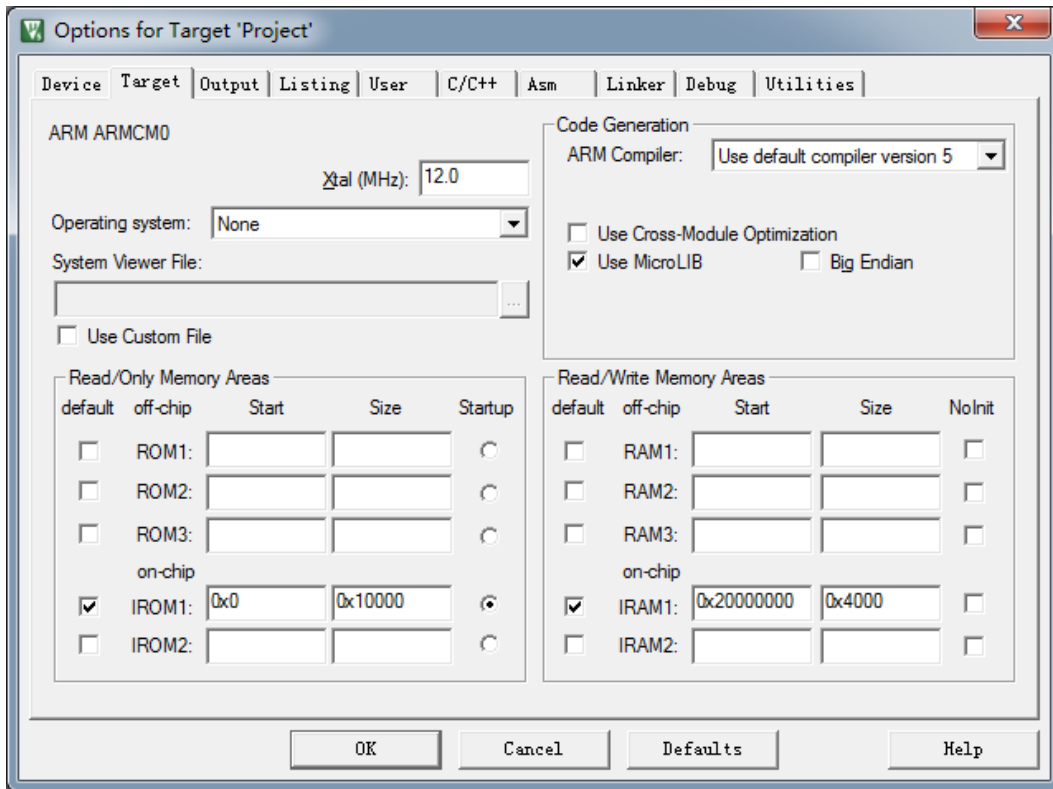

图 3-12 Target 配置
2) 如图 3-12 所示, IROM1 起始地址填 0, 是 eflash 的起始地址, 大小根据产品型号的参数填写 (见数据手册), 最大为 128KB, 开发板上 F070R8T7 芯片为 128KB 即 0x20000。IRAM1 起始地址填 0x20000000, 为 SRAM 的起始地址, 大小根据产品型号的参数填写。**编译器选择 version 5。**